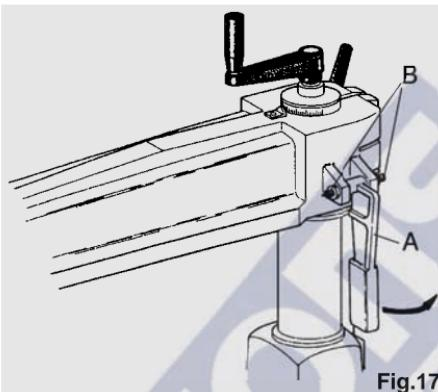

Fig.17
- 3) Ziehen Sie alle Schrauben der Winkeleisen fest. Befestigen Sie jetzt die Arbeitsplatte. Die Holzplatte (18) wie in der Abb.17 angegeben anbringen und mit den angegebenen Schrauben, Scheiben und Muttern befestigen. Anschließend folgende Teile anbringen:
- Vordere Leiste (19) 85 mm breit;
- Anschlagsleiste (20) 60 mm hoch;
- Die zwei Leisten (21) 60 mm breit, hinter der Anschlagsleiste;
- Alles an der Arbeitsplatte durch die Flügelschrauben (22) befestigen.
Wie in Abb. 17 gezeigt, den Hebel (A) zwischen den Stiften (B) einfügen. Mit dem endgültigen Festziehen solange warten, bis die lotrechte Stellung zwischen Arm und Anschlagleiste eingestellt wurde.